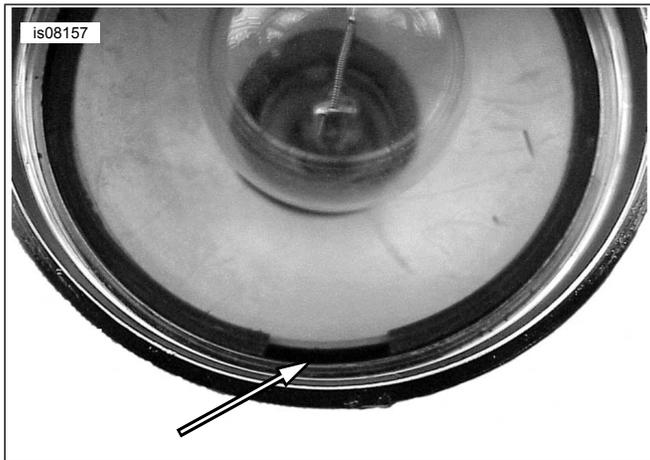

Figura 13. Instalação do anel de vedação "o-ring"
- b. Veja Figura 13. Instale o anel de vedação “o-ring” e o alojamento interno no alojamento da luz direcional com o corte voltado para baixo conforme exibido.